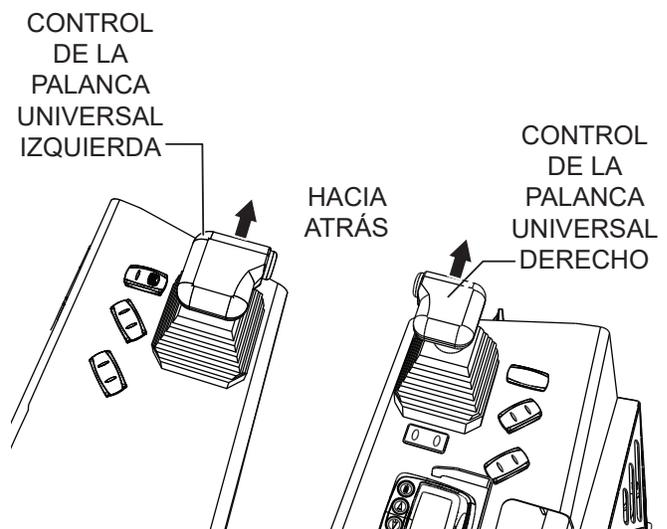

Figura 25. Sentido de avance de control de la palanca universal
2. Empuje las palancas de control derecha e izquierda hacia adelante (Figura 25).